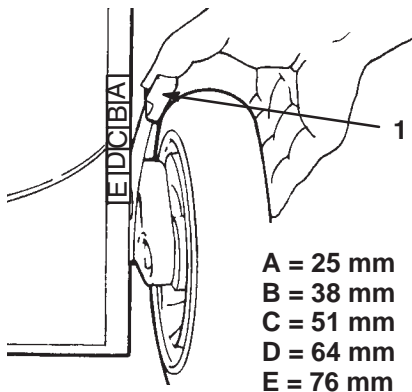

Bild 13
4. Drücken Sie die Höheneinstellung in Richtung des Rads und bewegen Sie sie auf den gewünschten Buchstaben auf dem Rasenmähergehäuse (Bild 13).